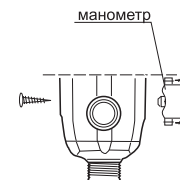

Рис. 3
- 6.1. Корпус BKN с двух противоположных сторон имеет два идентичных места подсоединения манометра. В зависимости от предполагаемого места установки BKN, закрепить двумя шурупами съемный манометр, входящий в комплект (см. рис. 3) на сторону, удобную для обзора в процессе эксплуатации BKN. При этом необходимо убедиться, что на патрубке манометра имеется резиновое уплотнительное кольцо и оно не повреждено. Неиспользуемое место подсоединения с противоположной стороны корпуса необходимо заглушить шурупом.